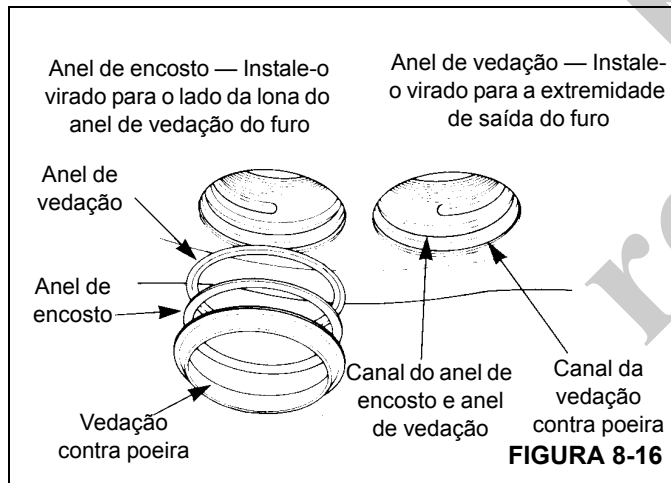

FIGURA 8-16
2. Instale um novo anel de vedação e um novo anel de encosto no canal no meio do furo. O anel de vedação é instalado voltado para a extremidade de saída do furo. O anel de encosto é instalado voltado para o lado da lona do furo (Figura 8-16).
3. Instale uma nova vedação contra poeira no canal superior do furo (Figura 8-16).